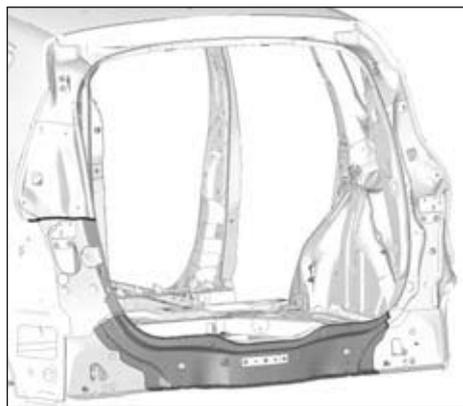

FIG.166
- Respecter les lignes de coupe (Fig.166).